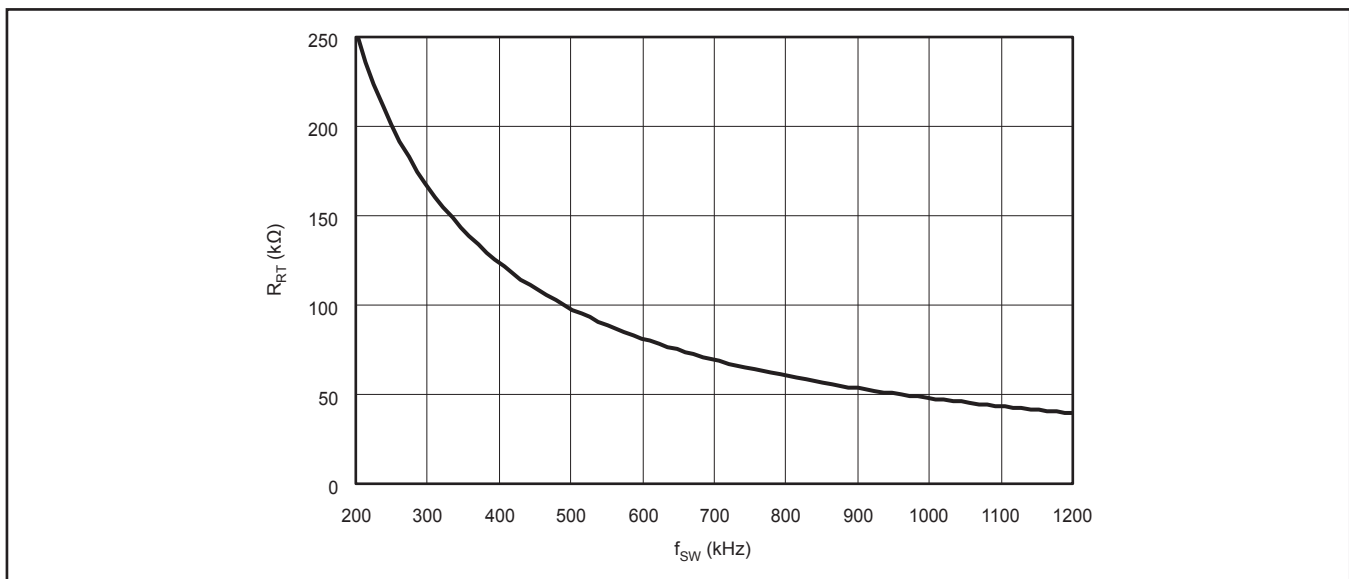

図 29. RT設定抵抗 対 スwitchング周波数
RT/CLKピンとGNDの間に抵抗R(RT)が接続されます。最大240kΩから最小40.2kΩまでの抵抗を使用することにより、デバイスのスイッチング周波数を200kHzから1200kHzまで調整可能です。特定のスイッチング周波数 (f_{SW}) に対するRT抵抗の値を決定するには、式 (4) を用いるか、図29の曲線を使用します。